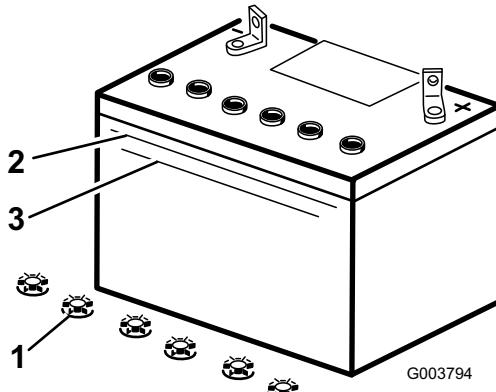

Figura 38
- Mire hacia el lateral de la batería. El electrolito debe llegar a la línea superior (Figura 38). No permita que el electrolito esté por debajo de la línea inferior (Figura 38).
- Retire los tapones de llenado de la batería (Figura 38).
- Vierta lentamente agua destilada en cada célula de la batería hasta que el nivel de electrolito llegue a la línea superior (Figura 38) de la caja de la batería.
- Espere de cinco a diez minutos después de llenar las células de la batería. Añada agua destilada, si es necesario, hasta que el nivel de electrolito llegue a la línea superior (Figura 38) de la caja de la batería.